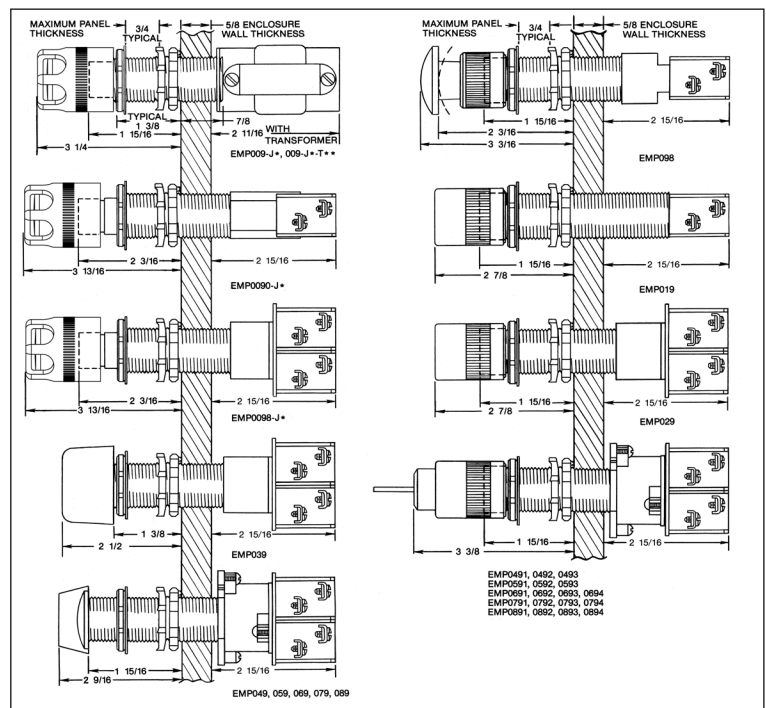

Figure 2
- Déterminer si la monture pour panneau ou pour surface sera utilisée. (Voir Figures 2 et 3.)